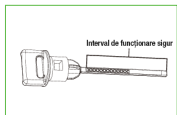

Fig. 3
- Nivelul uleiului trebuie să rămână în zona marcată pe jojă, de preferință aproape de jumătatea superioară a intervalului indicat. (Fig. 3)